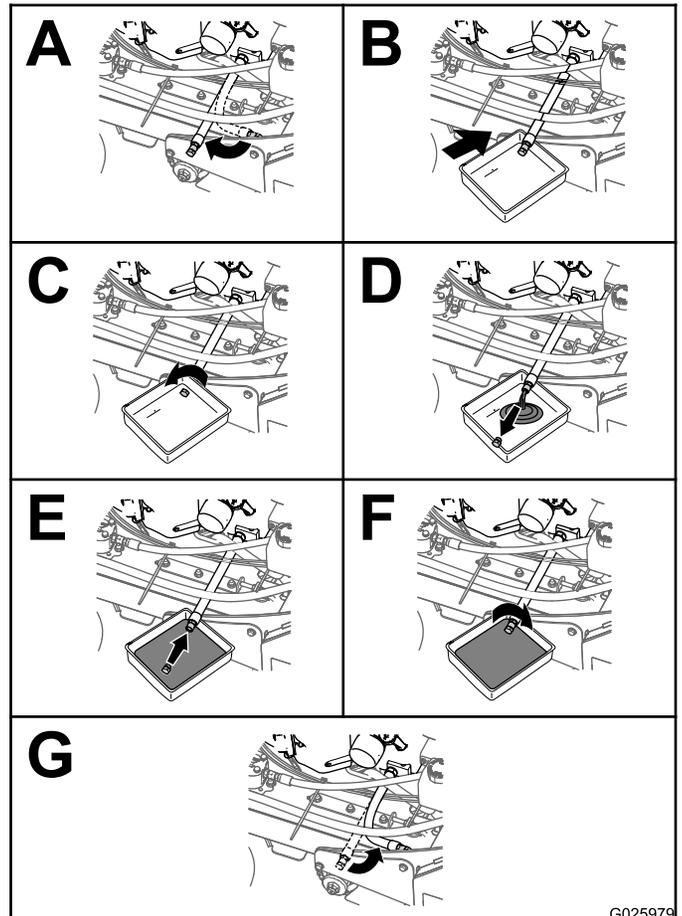

Figure 31
- Vidangez l'huile moteur, comme montré à la Figure 31.